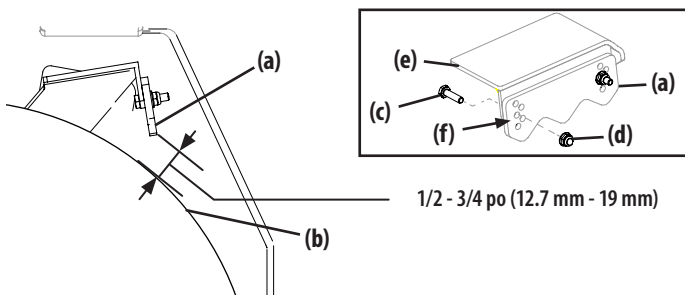

Figure 24
2. Lorsque le frein de stationnement désengagé, mesurez l'écart entre la cale de frein (a) et le pneu arrière (b) des deux côtés de la tondeuse. Cette mesure doit être comprise entre 1/2 et 3/4 (12,7 mm à 19 mm) (Figure 24 à la page 58).
4. Si nécessaire, procédez comme suit pour régler les cales de frein (Figure 24 à la page 58) :